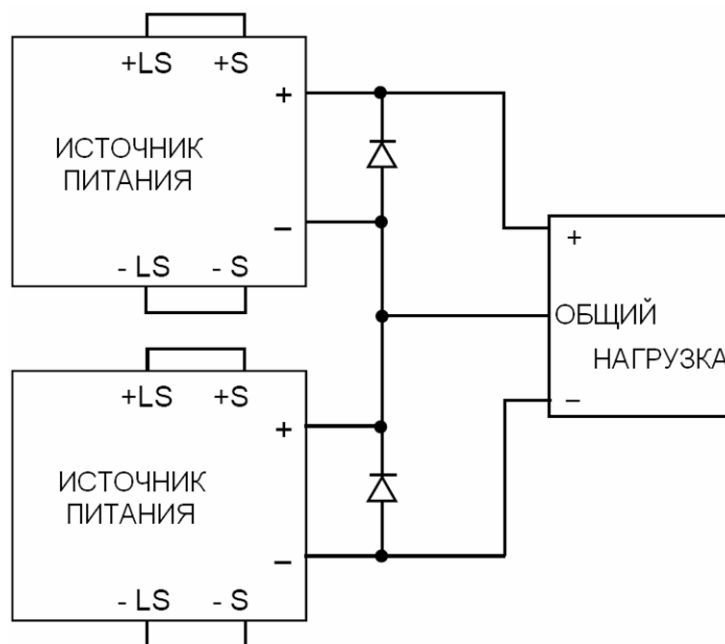

Рис. 4-14: Последовательное соединение для биполярного выхода
3.1 Общие замечания: При таком режиме работы два источника питания сконфигурированы как биполярный источник напряжения/тока. Точечный предел для каждого устанавливается на уровень, соответствующий максимальному току нагрузки, не вызывающему её повреждения. Рекомендуется параллельно выходу каждого источника питания подключать диоды как защиты от напряжения обратной полярности при включении или при отключении одного из модулей. Каждый диод должен быть рассчитан как минимум на выходной ток источника питания. Данный режим работы представлен на рис. 4-14.